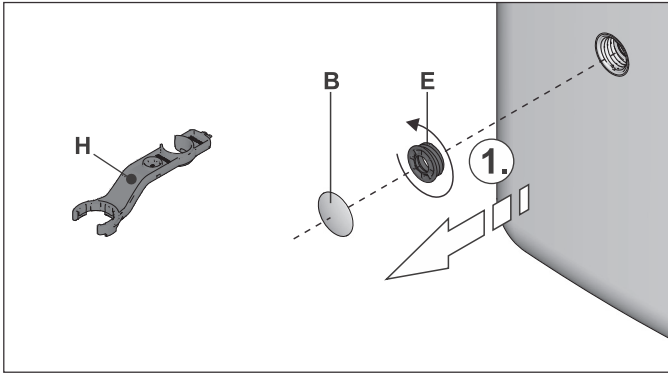

Bild 5-2 Gewindestück herausschrauben
- 1 Abdeckblende (Bild 5-2, Pos. J) am Füll- und Entleeranschluss abbauen.
- Abdeckblende am Handgriff abbauen und Gewindestück (Bild 5-2, Pos. E) aus Speicherbehälter herausschrauben.